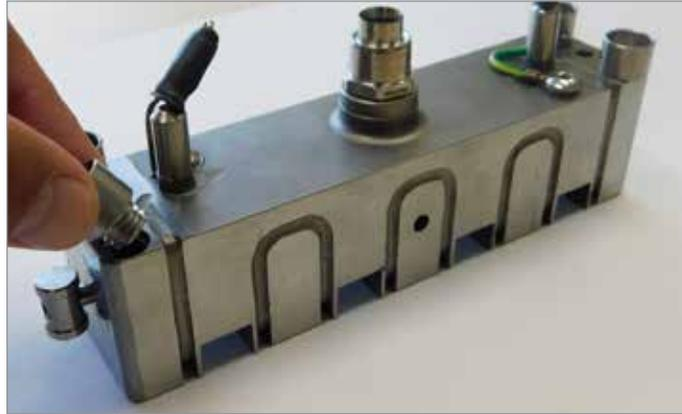

Figura 19-19 Installazione delle bocche
3. Installare le quattro bocche di supporto nella parte inferiore del collettore del Melt-CUBE e serrare a mano. Vedere la Figura 19-19.